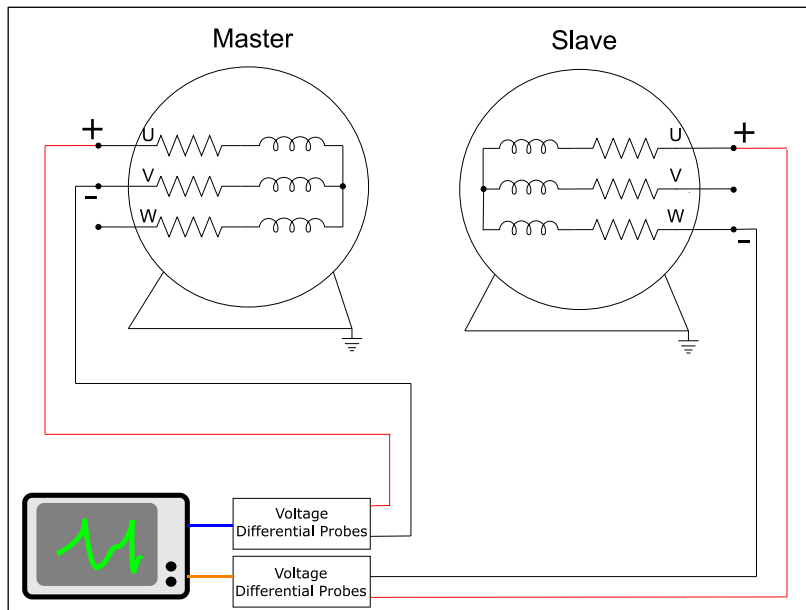
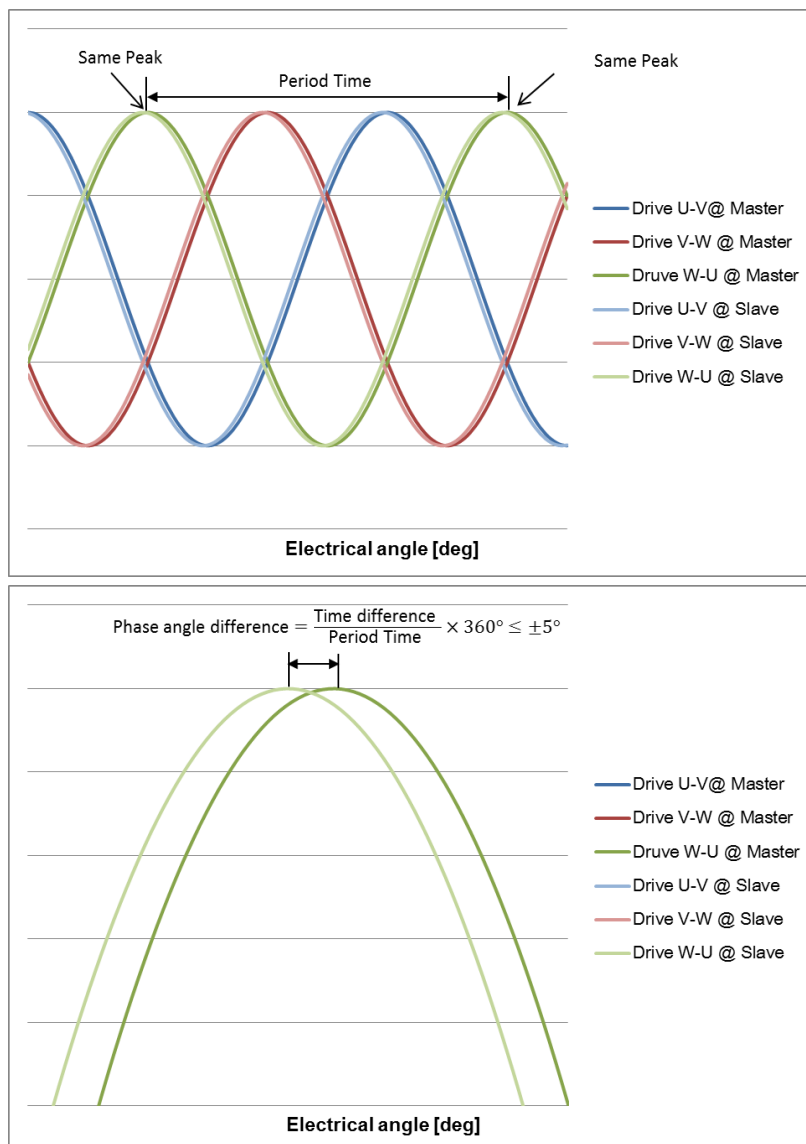

図 5.2.9 並列運転テスト接続図 (例: デザイン 2、シリーズ 3、測定@Drive U-V)
図 5.2.10 はマスターモーターとスレーブモーター間の許容電気角差です。
6. 組み立て後、すぐにモーター電源ケーブルをドライバーに接続しないでください。まず、ユーザーはモーターのマニュアルを理解する必要があります。近いマスターとスレーブのピーク値（等速動作）をスコープで捕捉します。波形が重なっているかどうかを確認します（マスターとスレーブ間の位相角誤差は±5°以内、他の相も同様）。ユーザーは、確認後にのみモーター電源ケーブルをドライバーに接続し、電力を送信できます。（図 5.2.9、図 5.2.10 参照）